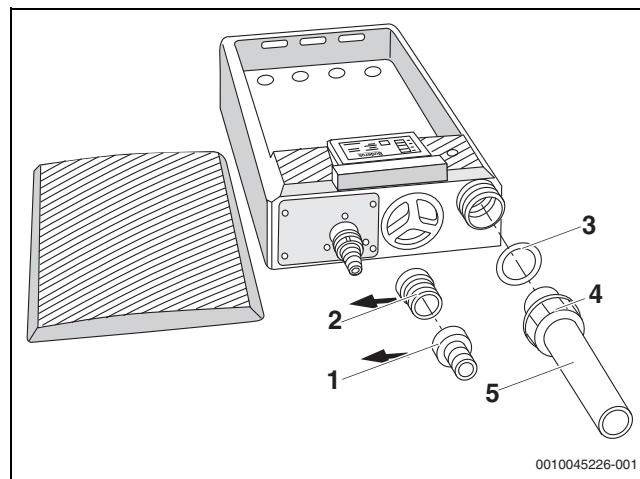

Bild 3 PVC-Rohr ersetzen
Bei einem Kesselkondensatauslauf von \varnothing 40 mm muss der Zulaufstutzen an der Neutralisationseinrichtung (EKO) durch das PVC-Rohr ersetzt werden (→ Bild 3).
- ▶ Überwurfmutter abschrauben, Schlauchtülle (→ Bild 3, [1]) und Übergangsstück (→ Bild 3, [2]) entfernen.
- ▶ PVC-Rohr (→ Bild 3, [5]) mit Dichtung (→ Bild 3, [3]) und Überwurfmutter (→ Bild 3, [4]) einschrauben.